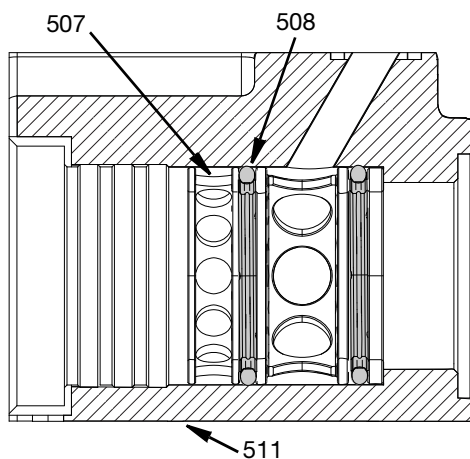

ABB. 23
- Verteiler-Sickerring (507) in die Bohrung des Drehgelenkgehäuses (511) einsetzen. Es wird empfohlen, dazu das **Werkzeug zum Einsetzen/Entfernen der Materialdichtung, 17V972** auf Seite 38 und einen weichen Hammer zu verwenden. Drücken Sie den Sickerverteillerring und die Rotationsdichtung (508) vollständig gegen den Materialstützring (509). Siehe ABB. 23.